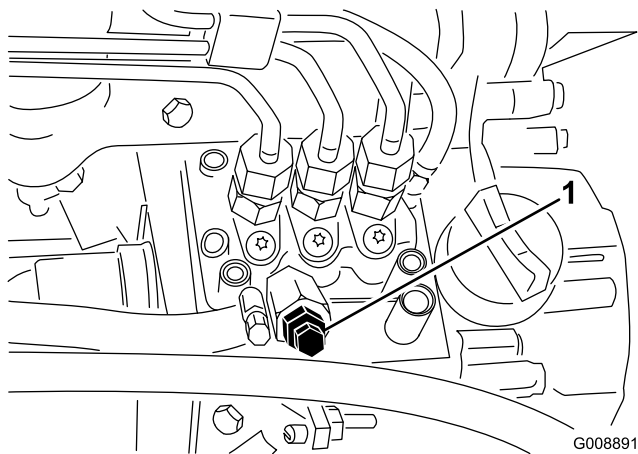

Рисунок 43
3. Выверните продувочный винт из топливного насоса (Рисунок 43).